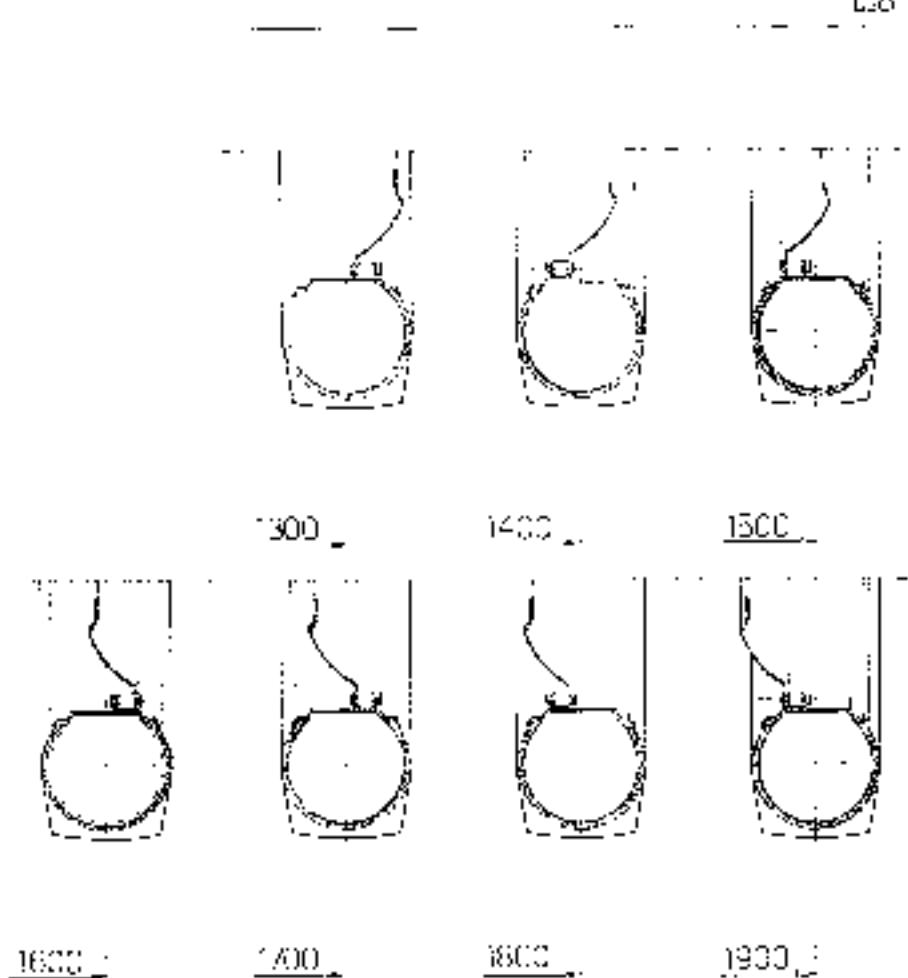

Fig. 6
Per passare da una marcia ad un'altra di una stessa gamma si dovrà agire esclusivamente sulla leva del cambio (3 fig. 6), dopo aver disinnestato la trazione.
L'intero della trazione (la trattice ferma), si ottiene tirando in alto la leva (fig. 6).
1. portando la leva (fig. 6) tutta in basso si ottiene la sincronizzazione con il motore (540 giri)
N.B. La leva di selezione (6 fig. 6) è provvista di una posizione intermedia di fermo.